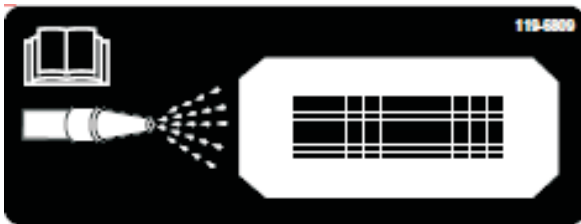
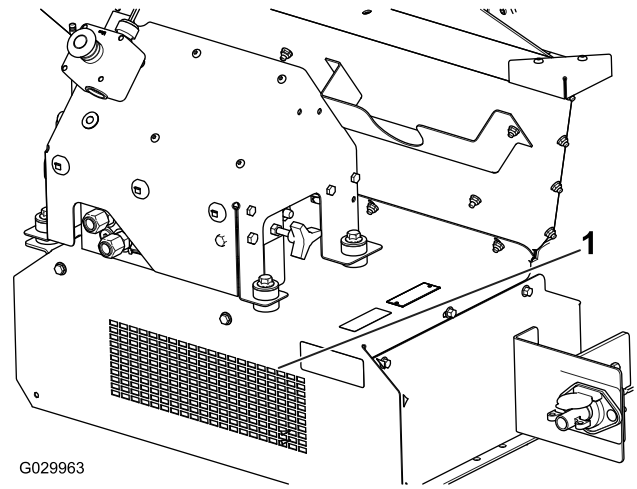

Figura 57
Figura 58
10. Localice la pegatina de limpieza de la parte delantera de la máquina (Figura 57), y, con una manguera de jardín, pulverice a través de la rejilla delantera hasta eliminar cualquier resto de material del suelo interior (Figura 58).